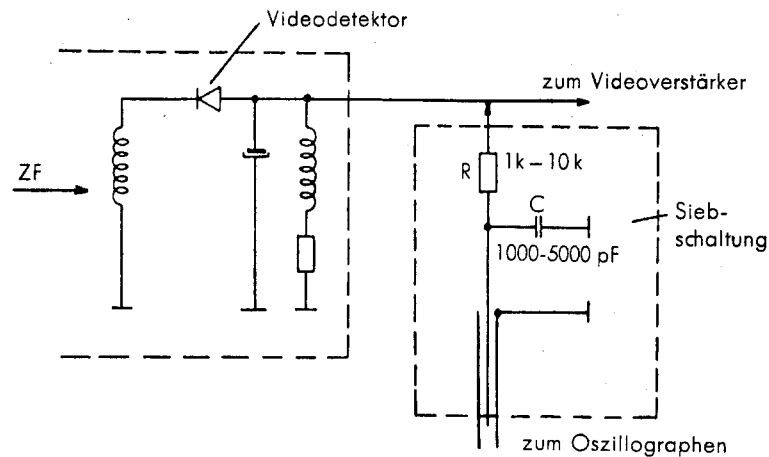

Bild 6 Siebschaltung für Anschluß des Oszillographen an den Videodetektor
- c) Am Video-Detektor des Empfängers auftretende Spannung der Senkrechtablenkung des Oszillographen zuführen. Bei Verwendung eines NORMMENDE-Oszillographen kann man dazu den zugehörigen Tastkopf (Stellung 1:1) mit der abgeschirmten Leitung verwenden. Bei NORMMENDE-Fernsehgeräten schließt man den Oszillographen einfach an die Meßbuchsen D und A an (Buchse A ist Masse. Ausführliche **Abgleichanweisung siehe Kundendienst-Anweisung vom FS-Empfänger**). Sind keine Meßbuchsen am Fernsehgerät vorhanden, so klemmt man eine Sebschaltung nach Bild 6 am Videodetektor des Gerätes mit kürzesten Leitungen unmittelbar in der Verdrahtung
- f) Markengeber auf Stellung „Fremd-Mod.-AM“ schalten. „Marken-Ampl.“ aufregeln und Abstimmung durchkurbeln. Dabei muß die Marke über die Kurve laufen. Man stellt sie so klein, daß sie gerade noch erkennbar bleibt, da sie andernfalls die Kurve stark zusammendrückt. Sofern nicht schon in der Siebschaltung nach Bild 6